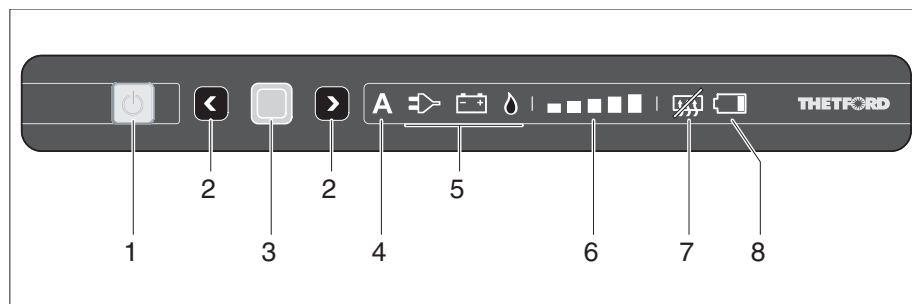

Fig. 327 Eléments de commande et d'affichage pour le réfrigérateur (Thetford sans SES)
- Appuyer sur la touche (Fig. 327,1).
- Enfoncer le bouton-poussoir (Fig. 327,1) et le maintenir enfoncé. Toutes les lampes s'éteignent.
Si le mode automatique est sélectionné, l'affichage de mode automatique (Fig. 327,4) et le meilleure source disponible (Fig. 327,5) s'allument au panneau de contrôle.
- Enfoncer la touche de confirmation (Fig. 327,3) et la maintenir enfoncée. Les symboles de modes de fonctionnement (Fig. 327,5) commencent à clignoter.
- Avec les touches de sélection (Fig. 327,2), sélectionner le régime au gaz et accepter la sélection avec la touche de confirmation (Fig. 327,3).
- Avec les touches de sélection (Fig. 327,2), sélectionner le régime 230 V et accepter la sélection avec la touche de confirmation (Fig. 327,3).
- Avec les touches de sélection (Fig. 327,2), sélectionner le régime 12 V et accepter la sélection avec la touche de confirmation (Fig. 327,3).
- Appuyer à nouveau sur la touche de confirmation (Fig. 327,3). L'affichage de niveau de refroidissement (Fig. 327,6) commence à clignoter.
- Avec les touches de sélection (Fig. 327,2), sélectionner le niveau de refroidissement désiré et accepter la sélection avec la touche de confirmation (Fig. 327,3).